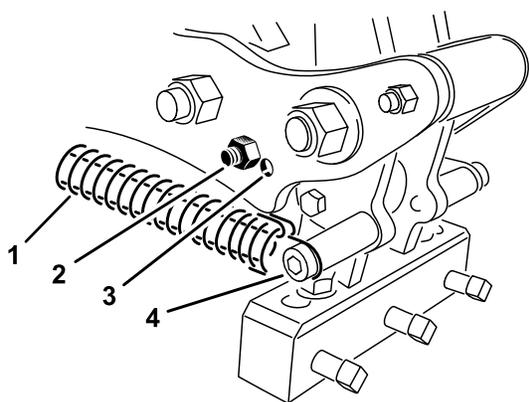

Figura 35
Ajuste el ángulo de los taladros según su longitud, usando uno de los 2 orificios de ajuste del brazo de acoplamiento. Estos orificios son simplemente los predeterminados. Al usar taladros de 17,8 mm a 25,4 mm, coloque el tope del cabezal lo más cerca posible de la parte trasera del cabezal del taladro. Puede que tenga que utilizar la otra posición, el orificio más alejado del cabezal (Figura 35), debido a las variaciones de las condiciones de la tierra.
3. Desconecte el muelle tensor del cabezal de taladros (Figura 35).
4. Retire el perno del tope y el tope del brazo de acoplamiento, y colóquelos en el otro orificio de ajuste (Figura 35).